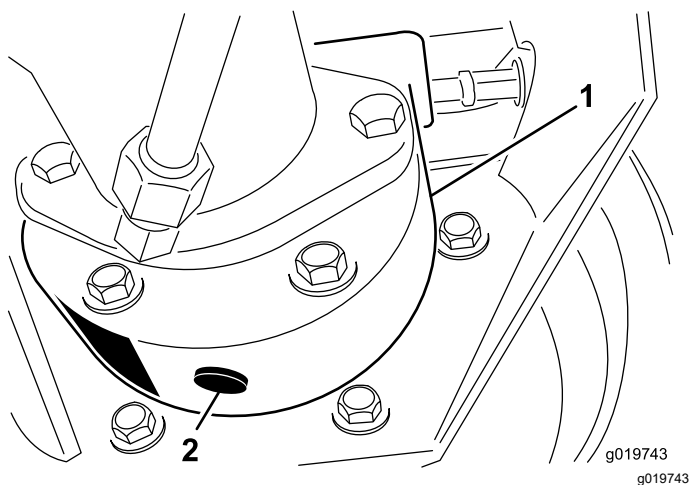

図 92
4. ブレーキハウジングの下に容器を置き、プラグを外してオイルを抜く 図 92。